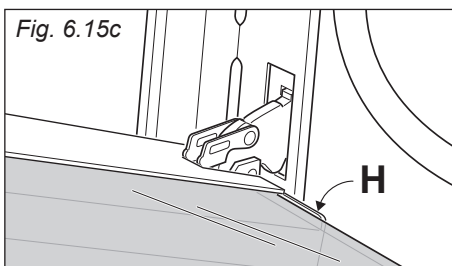

Fig. 6.15d
- Rimontare correttamente il profilo superiore "G" della porta (fig. 6.15d).